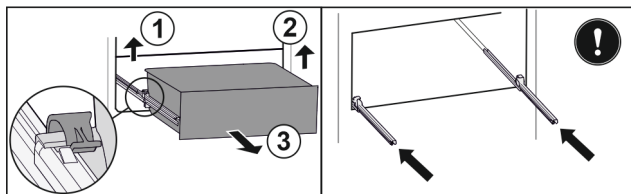

Fig. 34 *
- ▶ Приподнимите левый зажим и одновременно вытяните движением вперед выдвижной ящик слева Fig. 34 (1)*.
- ▶ Приподнимите правый зажим и одновременно вытяните движением вперед выдвижной ящик справа Fig. 34 (2)*.
- ▶ Извлеките выдвижной ящик движением вперед Fig. 34 (3).*